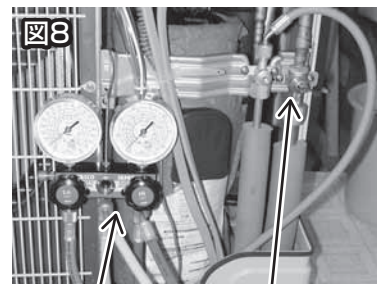

図8
⑤ゲージマニホールドの低圧圧力が -0.01 MP(ゲージ圧力)になったらガス側ストップバルブを閉にする。→図8